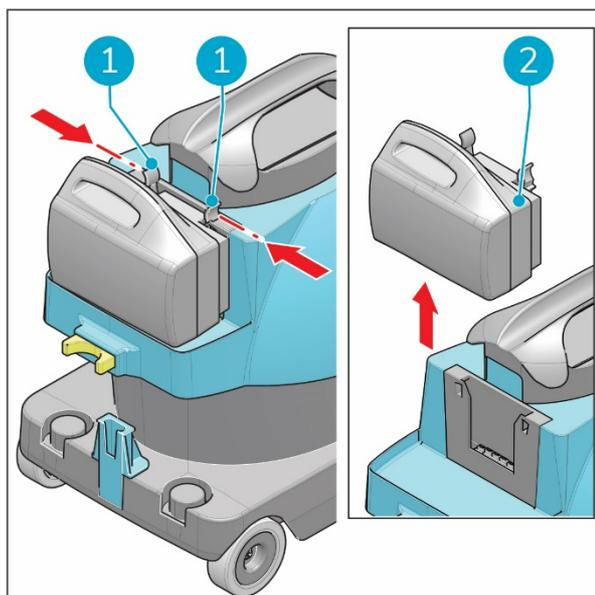

Figure 19
1. Appuyez sur les clips en plastique de la batterie (Figure 19, pos. 1) pour les rapprocher légèrement l'un de l'autre.
2. Retirez la batterie (Figure 19, pos. 2).